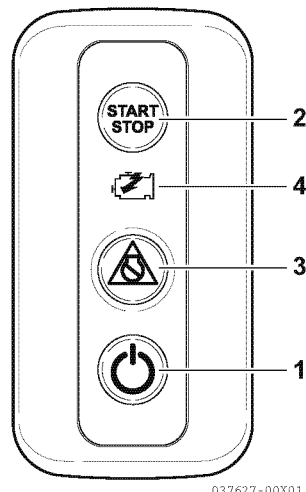

Figure 1
4. Appuyez sur l'interrupteur d'alimentation du panneau de commande de la station sélectionnée (1, **Figure 1**).
10. Appuyez sur l'interrupteur MARCHE/ARRÊT du moteur (2, **Figure 1**) et allumez le démarreur.